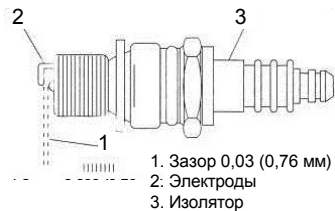

Рисунок 51
4. Проверьте зазор между электродами при помощи щупа и при необходимости отрегулируйте его, зазор должен находиться в пределах 0,030 (0,76 мм). См. рисунок 51.